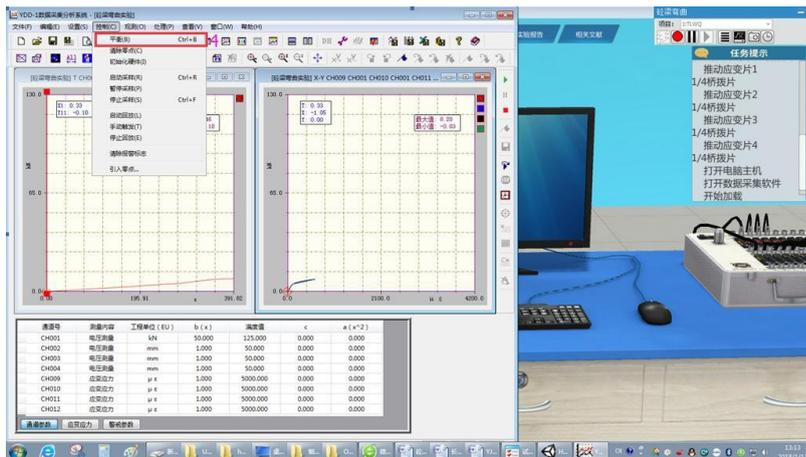

图15.6
14.4)：点击菜单栏的“控制”目录下的“平衡”（参考图15.6），完成数据平衡零点。